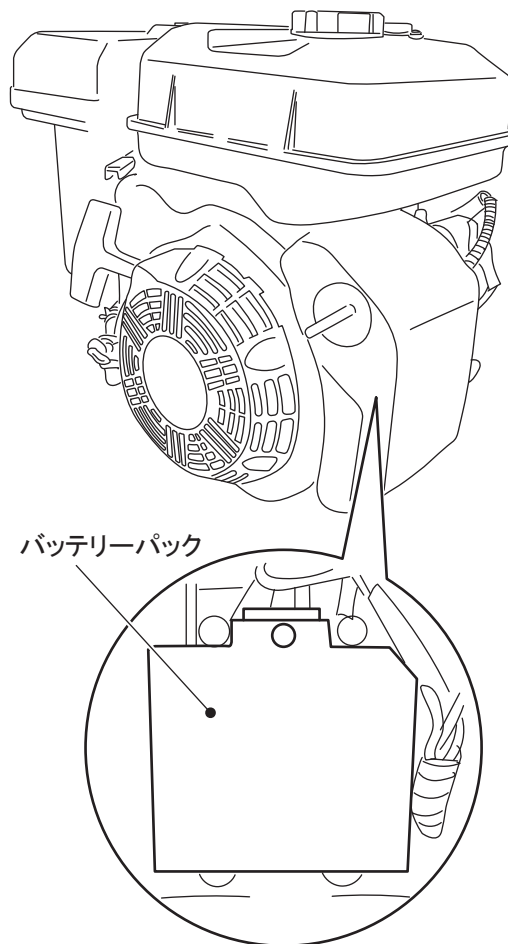

図 36
- MCD-K14MS,K14MS-SGK用エンジンには充電式リチウムイオンバッテリーパックを内蔵しています。(図36)